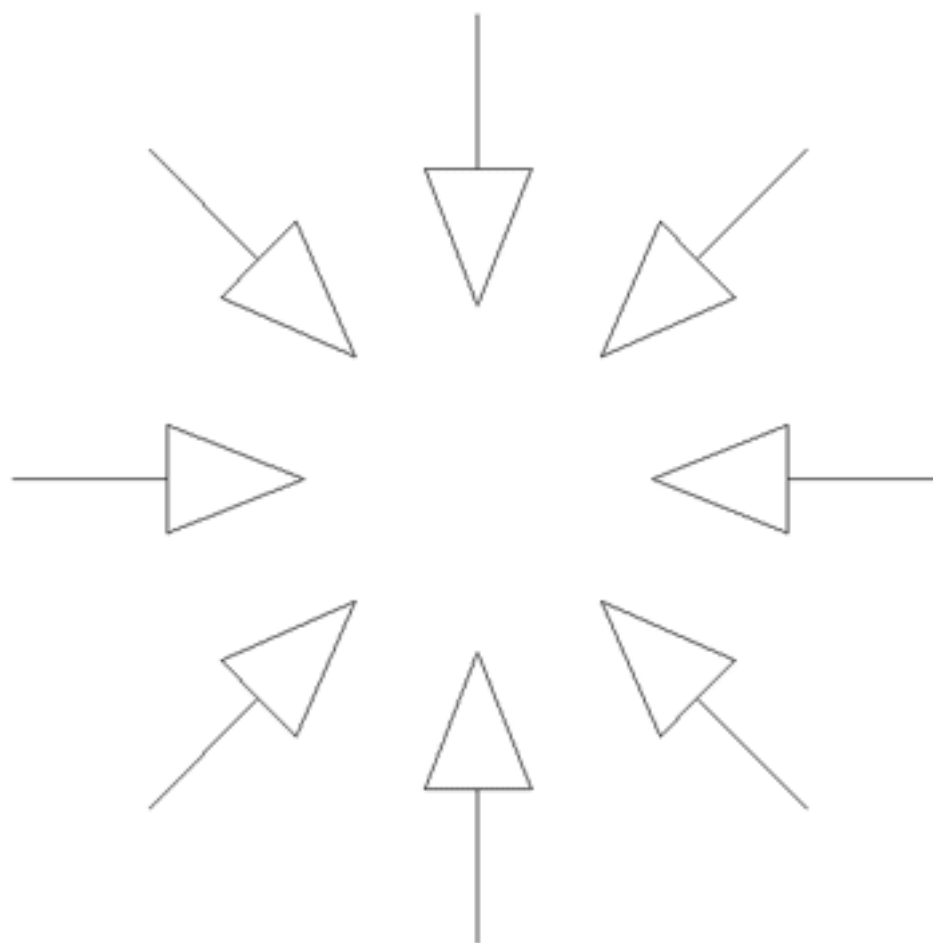

Рис. 6.12. Полярный массив
7. Нажмите кнопку **OK**. Ваш чертеж должен напоминать представленный на рис. 6.12.